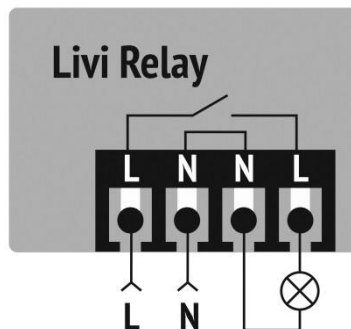

Рисунок 7.1 – Схема подключения реле
2. Подключите кабель электросети к клеммам реле, а затем реле к сторонней системе, электроприбору или реле кабелем достаточного сечения в соответствии с выбранной нагрузкой. Подключение выполните по схеме (см. рисунок 7.1) .